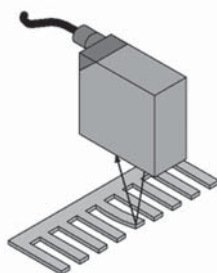

Рис. 12. Штамповка деталей
*Штамповка деталей* (см. рис. 12). Автомобильный мотор состоит из ряда штампованных деталей. Датчик OD max гарантирует отсутствие деформаций после операций штамповки и гибки.